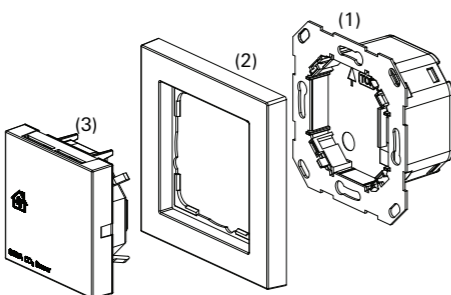

Abb. 1: Geräte-Teile
Pfeile und der Schriftzug „TOP“ zeigen nach oben, siehe Abb. 1, UP-Einsatz (1).